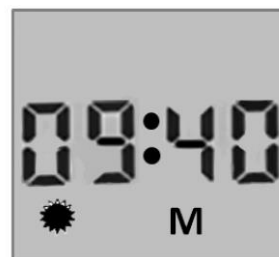

Bild 3-5 Beispiel: Anzeige nach bestandenem Selbsttest (**M** = Messdaten im Speicher,  Messphase Tag)
- ob sich Messdaten im Speicher befinden (**M**) (siehe Bild 3-5)